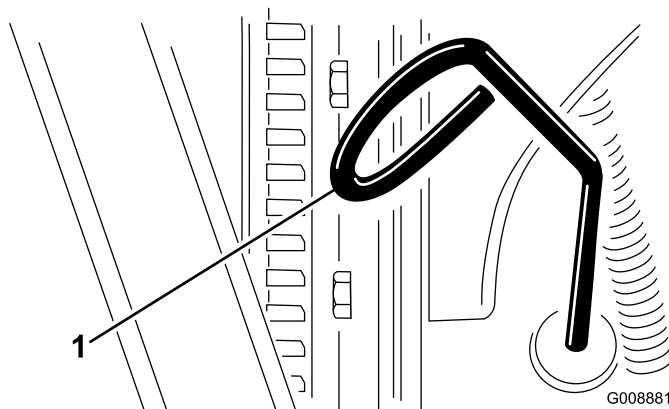

Figura 26
3. Togliete l'asta di livello, asciugatela e reinsertitela (Figura 26).